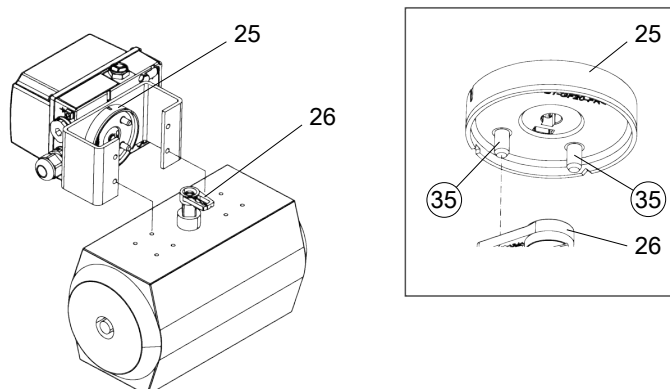

Abb. 17: Ausrichtung Anbaukonsole
6. Abb. 17: Einheit Stellungsregler / Anbaukonsole auf Antrieb mittig ausrichten und festschrauben (Schrauben gehören nicht zum Lieferumfang, sondern sind Bestandteil der Anbaukonsole des Antriebes).